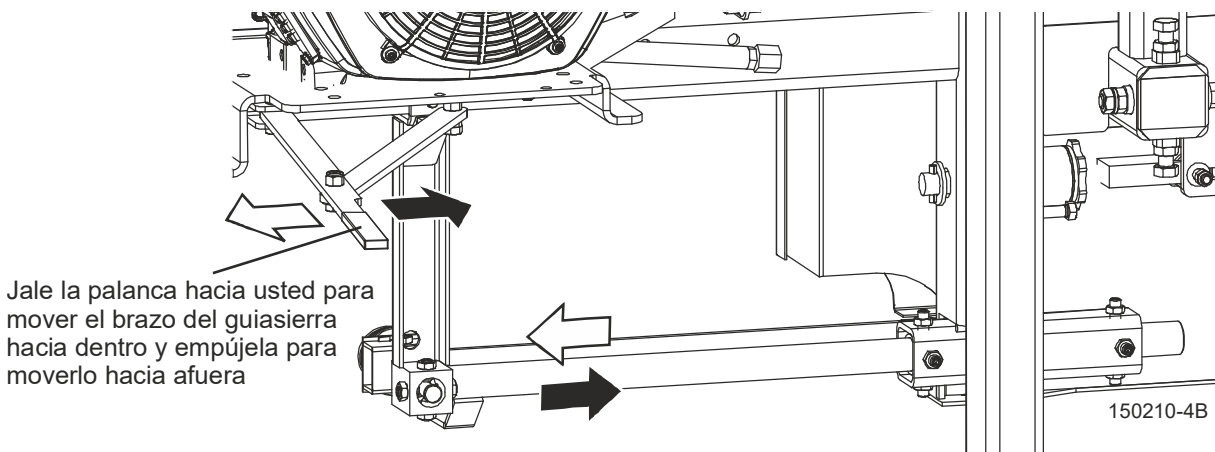

FIG. 5-5
3. Jale la palanca hacia usted para mover el brazo hacia dentro y empújela para moverlo hacia afuera. Vea FIG. 5-5.